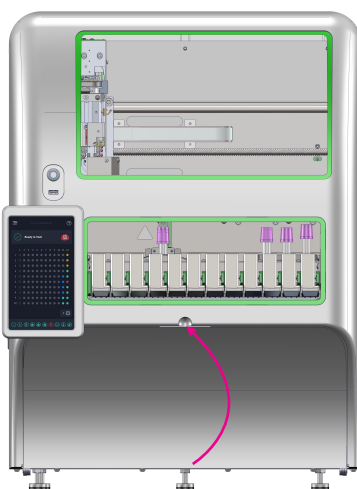

Figura 57
7. Feche a porta do compartimento de frascos (Figura 57).